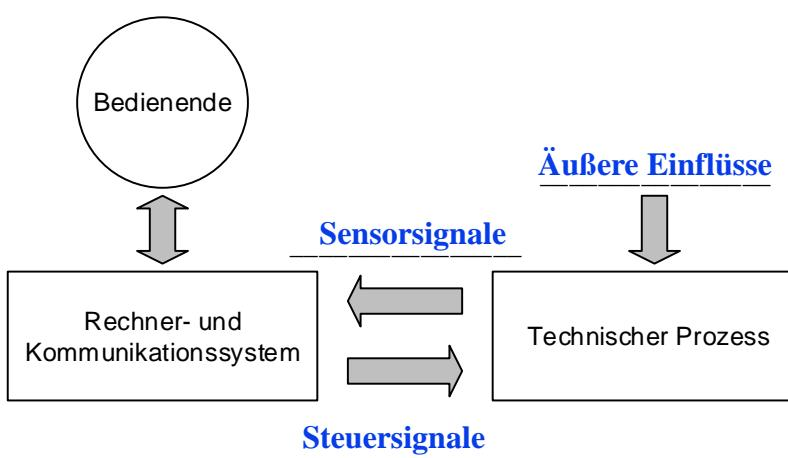

Bild 21.1: Komponenten eines mechatronischen Systems
- a) Bitte ergänzen Sie zunächst die Komponenten eines mechatronischen Systems. Füllen Sie hierfür die in Bild 21.1 markierten Lücken (schwarze Linien) aus.